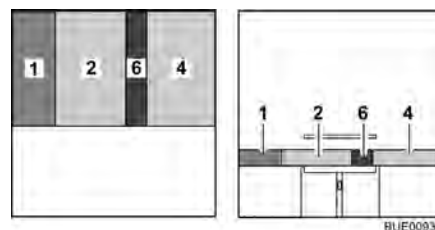

Fig. 85 Dopo la trasformazione
- Posizionare il cuscino dello schienale (Fig. 85,1) tra il cuscino del divano e la parete.
- Posizionare il cuscino aggiuntivo (Fig. 85,6) tra i cuscini del divano (Fig. 85,2 e 4).